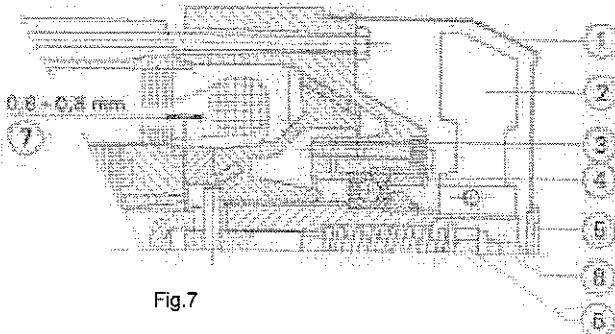

Fig. 7
8.2 ADJUSTING THE MOTOR BRAKE (Fig. 7)